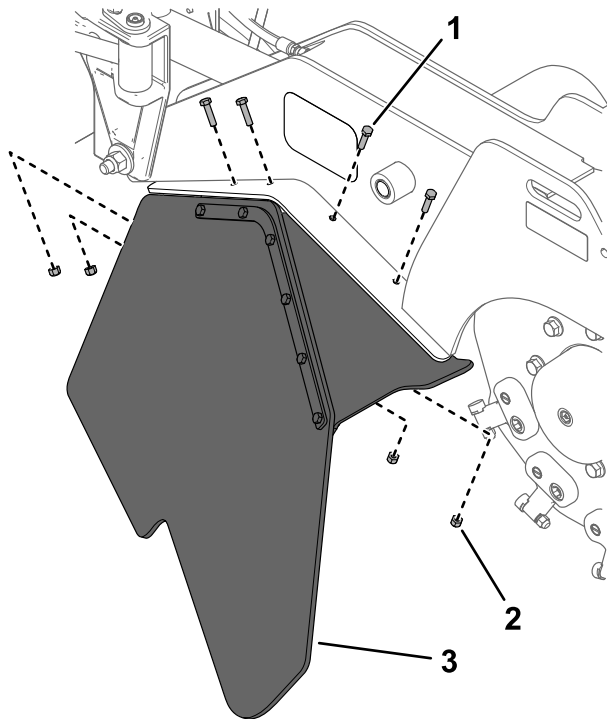

Figura 15
1. Rimuovete il gruppo carter dalla testa del fresa ceppi (Figura 15). Conservate i dispositivi di fissaggio.